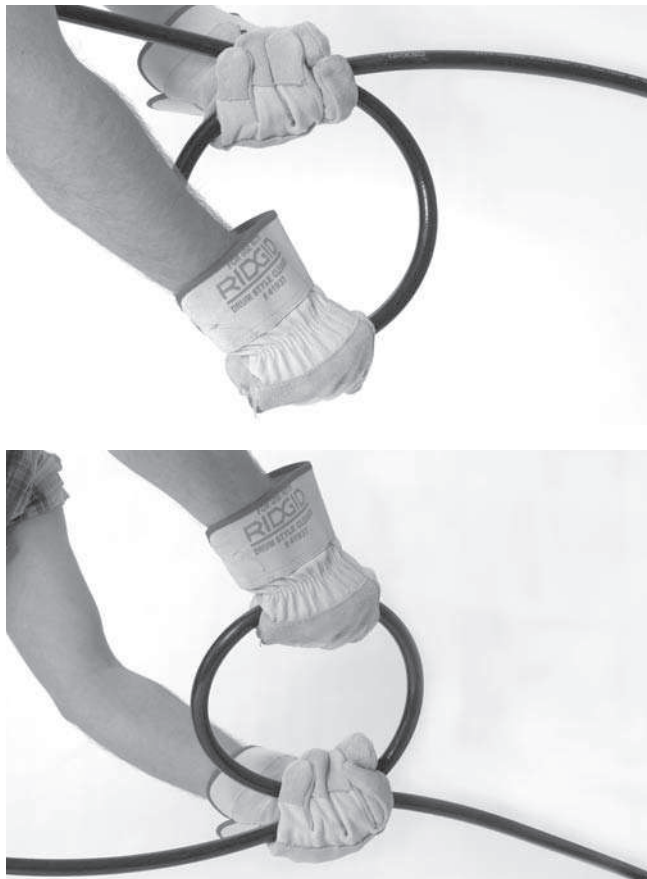

Рис. 15 – Вращение шланга
- Поверните шланг на четверть-половину оборота, чтобы сориентировать набор шлангов в требуемом новом направлении (если вы повернули шланг при прохождении препятствия на один оборот, поверните его обратно, чтобы предотвратить перегибы) См. рис. 15.